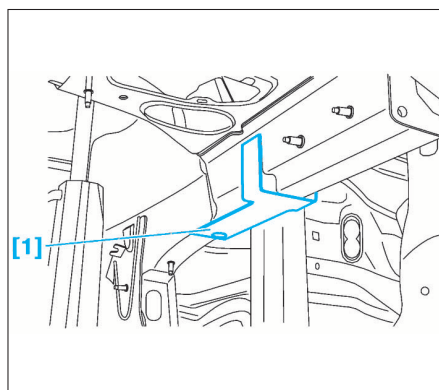

FIG. 3
- [1] Outil pour traçage de la coupe de brancard avant droit (Fig.3).